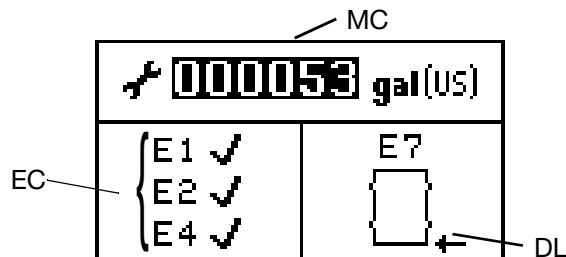

FIG. 22: Inställningsskärm 2
**OBSERVERA:** När diagnostikalternativen E1, E2 och E4 är aktiverade visas på inställningsskärmen. Se FIG. 22.